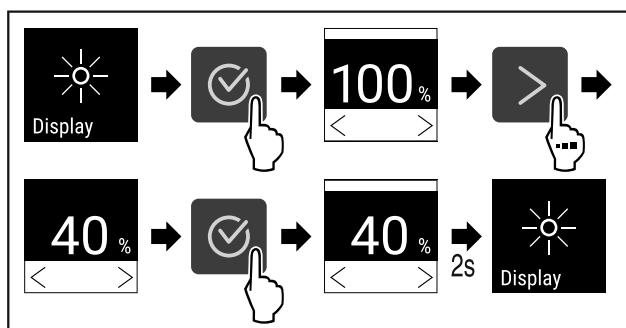

Fig. 78
- Vykonalje kroky akcie (pozri Fig. 78).